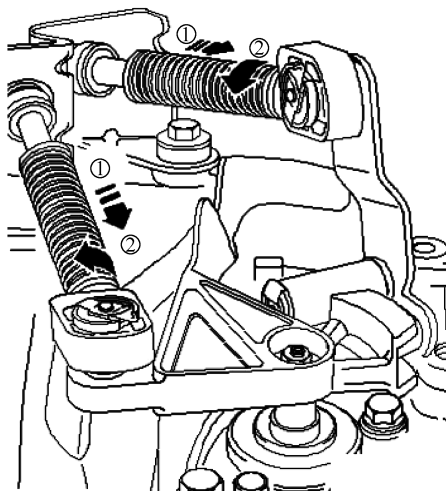

图 8-2-9 安装变速杆和变速杆拉索
① 确保换档操纵机构和传递元件完好无损。
② 换档操纵机构活动自如。
③ 此外，变速器、离合器和离合器操纵必须完全正常。
④ 变速器置于空档位置。
2) 如图 8-2-9 所示，将变速杆拉索和变速杆拉索上的锁止机构沿箭头①方向拉至极限位置，然后沿箭头②方向转动并锁定。